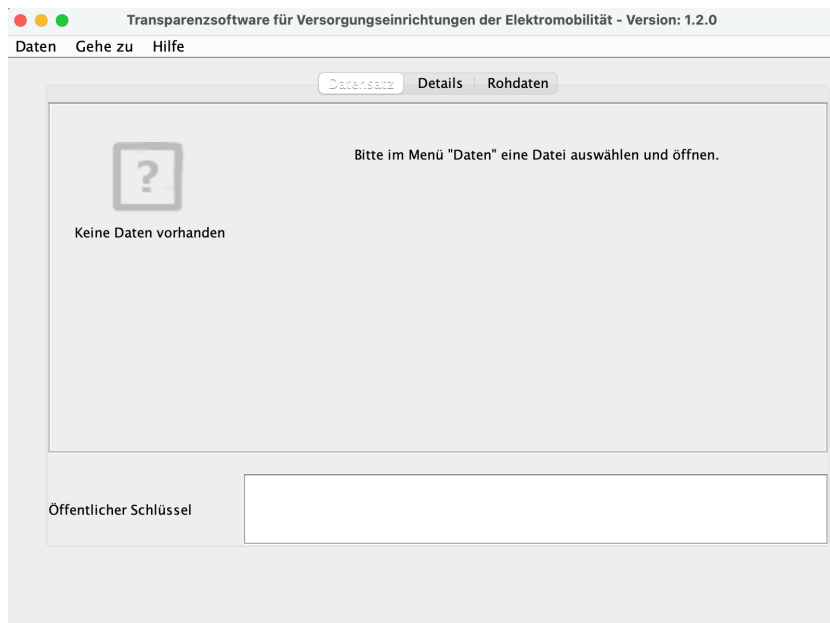

Abbildung 7: Transparenzsoftware
1. Der Abrechnungspartner (EMP oder Fahrstromanbieter genannt) stellt dem Kunden die Transparenzsoftware und das Datentupel des zu überprüfenden Ladevorgangs zur Verfügung. Die Abbildung 7 zeigt die Transparenzsoftware in der Version 1.2.0.